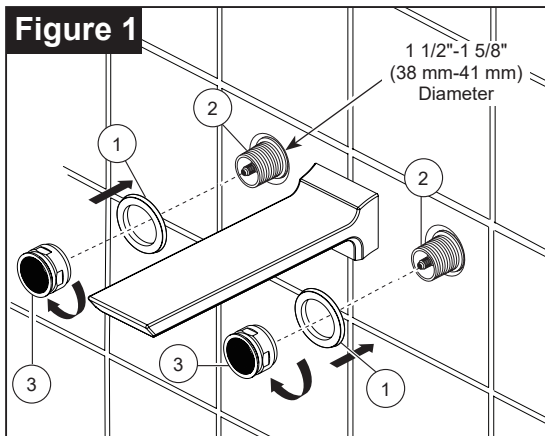
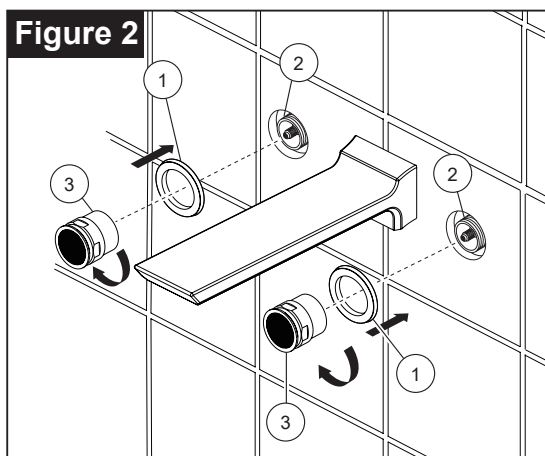

Figure 1
Figure 2
Install handle flange (1) onto mounting sleeve (2) and secure with flange nut (3). **NOTE: Have the other side of flange (1) with gasket toward the wall.** If mounting sleeve (2) is extending from finished wall more than 3/8", use the short flange nut as shown in **figure 1**. If mounting sleeve (2) is sub flush or extending less than 3/8" from finished wall, use the long flange nut as shown in **figure 2**.
Instale el soporte del mango (1) en el manguito de montaje (2) y fíjela con la tuerca con reborde (3). **NOTA: Ponga el otro lado del reborde (1) con junta hacia la pared.** Si el manguito de montaje (2) se extiende de la pared acabada más de 3/8", use la tuerca con reborde pequeña como se muestra en la **imagen 1**. Si el manguito de montaje (2) está ligeramente sobre la superficie o se extiende de la pared menos de 3/8", use la tuerca con reborde grande como se muestra en la **imagen 2**.